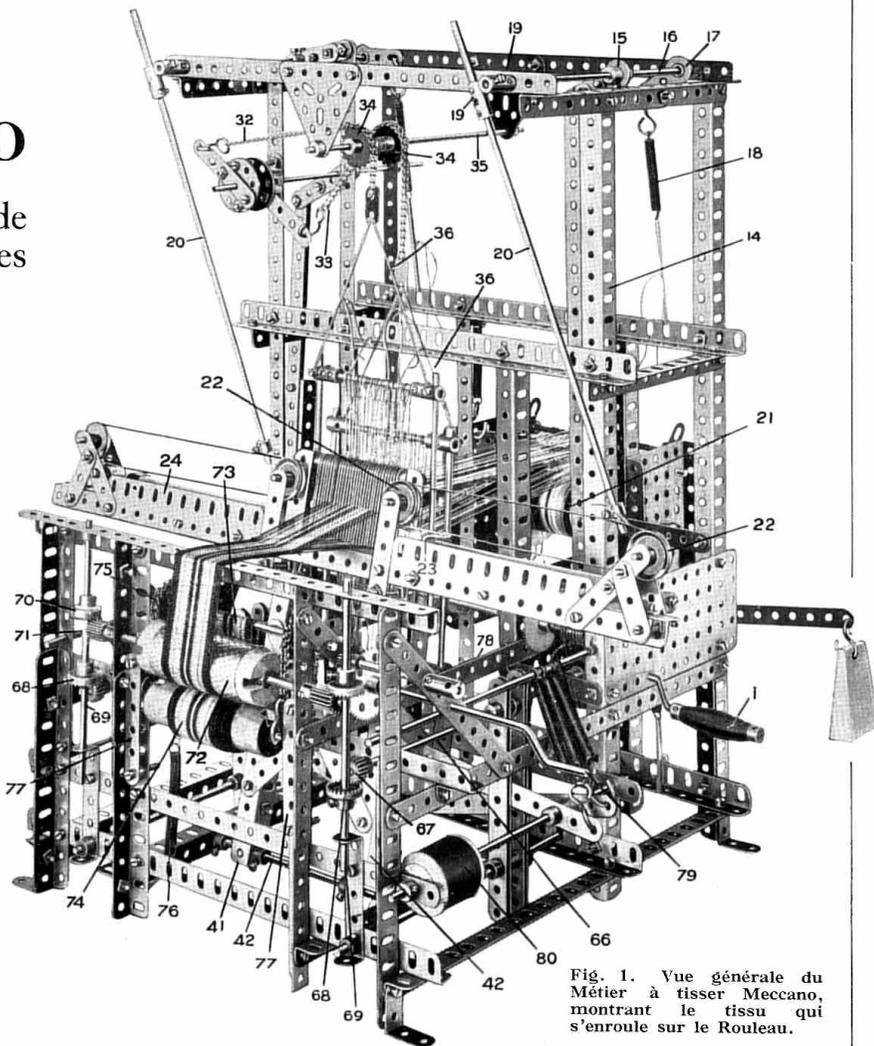
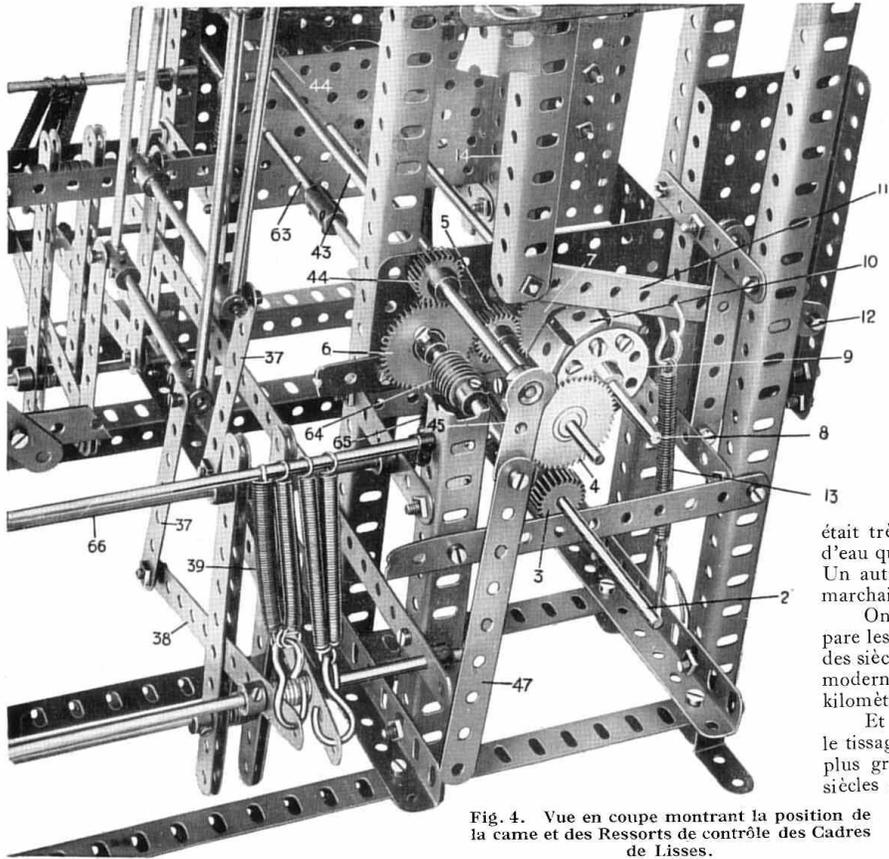
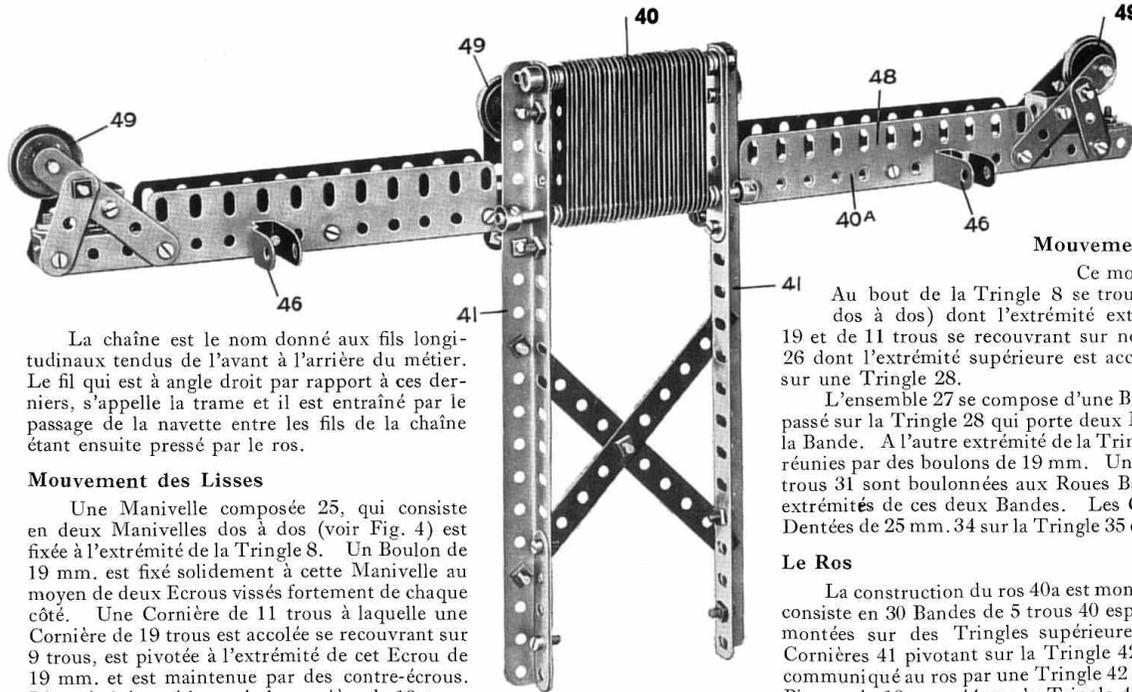

Fig. 1. Vue générale du Métier à tisser Meccano, montrant le tissu qui s'enroule sur le Rouleau.
Fig. 4. Vue en coupe montrant la position de la came et des Ressorts de contrôle des Cadres de Lisses.
Fig. 7. Le Ros et le Cadre du Peigne.
deux côtés du chassis étant semblables comme construction. Quand le chassis est terminé, commencez à placer le mécanisme Fig. 1 et 4. Dans la Fig. 4 certaines parties du chassis ont été enlevées pour mieux faire voir le mécanisme. Le moyeu 2 de la Manivelle 1 qui peut être munie, si on le veut, d'un manche en bois comme le montre la Fig. 1, porte un Pignon de 19 mm, qui engrène avec une Roue de 50 dents 4. Un autre Pignon de 19 mm, 5 sur le même moyeu que la Roue 4, s'engrène avec deux Roues de 50 dents 6 et 7 qui sont fixées sur des Tringles de 29 cm, qui occupent toute la largeur du chassis.
La Tringle 8 sur laquelle est monté l'engrenage 7 porte également de chaque côté du modèle une came 9, du type montré sur la Fig. 9. On remarquera que dans la Fig. 4 on a utilisé des Roues Barillet à cet effet, et dans la Fig. 9 des Poulies de 38 mm. On peut utiliser n'importe laquelle de ces deux pièces suivant la préférence pour la construction des comes.
Chacune de ces comes est constituée par deux Equerres Doubles 2 (Fig. 9) boulonnées entre les Poulies ou Roues Barillet 1, et ces dernières sont fixées aux Tringles de 29 cm, 8 (Fig. 4). Les Bandes de 11 trous (11) qui se reposent sur les comes 9, sont pivotées en 12 à deux Bandes à Double Courbure, boulonnées aux plaques de rebord de 14x6 à l'arrière du métier. Les Bandes 11 glissent entre deux Bandes verticales de 7 trous fixées à deux rondelles de distance l'une de l'autre et elles sont retenues par des ressorts qui les obligent à suivre les comes 9 et à communiquer aux Cornières verticales de 25 trous qui sont pivotées aux manivelles composées 15, un mouvement de montée et de descente. Ces manivelles composées consistent en deux Manivelles dos à dos, séparées par une bande de 4 trous. Les Tringles 16 auxquelles sont attachées ces Manivelles sont entraînées à répondre aux mouvements des comes par des
Cette opération est montrée dans la Fig. 4. Sur la Tringle 63 de l'Engrenage 6 sont montées deux vis sans fin 64 qui engrènent et actionnent deux roues de 57 dents 65 sur les Tringles 66. Les Pignons de 12 mm, 67 (Fig. 1) actionnent des roues de Champ de 19 mm, 68 sur les Tringles verticales 69. On doit remarquer également que les Roues de champ 68 sont fixées inversement. D'autres Roues de champ de 19 mm, 70 sur les Tringles 69 s'engrènent avec et actionnent des Pignons de 12 mm, 71 sur le rouleau sablé 72. Par suite de la démultiplication de la Vis sans fin 64 et des Engrenages 65, le mouvement lent d'enroulement est communiqué au Rouleau sablé, et la matière tissée, après avoir passé sur ce rouleau, passe de la Tringle 73 sur le rouleau en bois 74 sur lequel se roule le tissu. Ce Rouleau 74 est actionné par friction avec le Rouleau sablé et est gardé en contact avec ce dernier par le moyen de Chaînes Gales de chaque côté, lesquelles sont accrochées sur le moyeu du Rouleau 74 et gardé en tension par les Ressorts 76. Le moyeu du Rouleau inférieur 74 peut être éloigné du Rouleau sablé 72 pour permettre l'accroissement de diamètre du tissu en laissant passer les extrémités de sa Tringle entre les Bandes de 7 trous 77 et le chassis de la machine de chaque côté.
Une Manivelle composée 25, qui consiste en deux Manivelles dos à dos (voir Fig. 4) est fixée à l'extrémité de la Tringle 8. Un Boulon de 19 mm. est fixé solidement à cette Manivelle au moyen de deux Ecrous vissés fortement de chaque côté. Une Cornière de 11 trous à laquelle une Cornière de 19 trous est accolée se recouvrant sur 9 trous, est pivotée à l'extrémité de cet Ecrou de 19 mm. et est maintenue par des contre-écrous. L'extrémité supérieure de la cornière de 19 trous est fixée à une Manivelle allongée 27 (deux Manivelles dos à dos avec une Bande de 5 trous entre elles) fixée sur une Tringle de 20 cm. 28.
La construction du ros 40a est montrée clairement sur la Fig. 7. Le peigne consiste en 30 Bandes de 5 trous 40 espacées l'une de l'autre par des Rondelles montées sur des Tringles supérieures et inférieures et supportées par des Cornières 41 pivotant sur la Tringle 42. Un mouvement de balancement est communiqué au ros par une Tringle 42 (Fig. 4) actionnée par l'Engrenage 6, un Pignon de 19 mm. 44 sur la Tringle 43 étant en prise avec l'Engrenage 6.
Sur les deux extrémités de la Tringle 43 se trouvent des Manivelles fixes 45, fixées aux Bandes à simple courbure 46, elles-mêmes montées (Fig. 4) sur le ros au moyen de Bandes de 9 trous 47. Dans la Fig. B on voit la Bande la plus proche détachée. Les côtés du ros sont composés de Poutrelles plates de 11 trous 48 et les Poulies 49 sur lesquelles passent les cordes de la navette sont montées comme dans la Fig. 1. La navette passe d'un côté à l'autre du ros qui la supporte et la guide dans son parcours et est poussée par les chasse-navettes. Le peigne fixé au ros avance avec lui après chaque traversée de la chaîne par la trame.